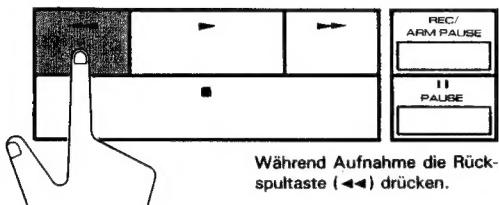

Fig. 17
1. Drücken Sie die Rückspultaste (\blackleftarrow) während der Aufnahme. Dadurch wird das Band zum Beginn des Abschnitts zurückgespult. (Fig. 17.)